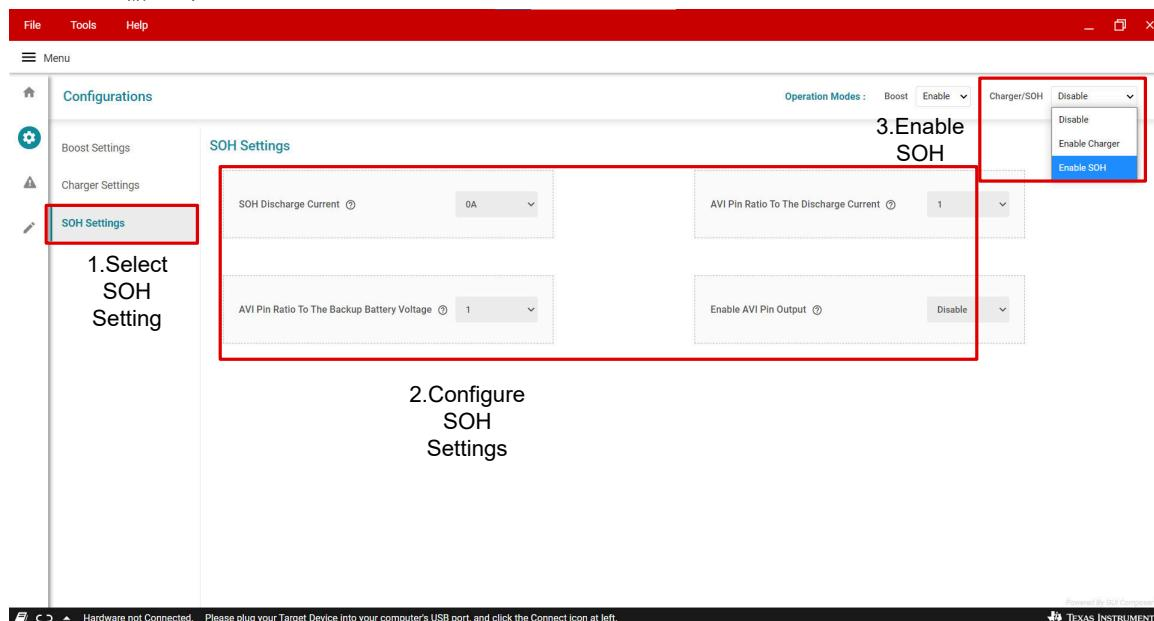

图 3-5. SOH 设置表
6. 单击 SOH 设置按钮，切换到 SOH 设置表（请参阅见 图 3-5）。根据设计目标设置 SOH 放电电流、AVI 引脚输出比、AVI 输出等。